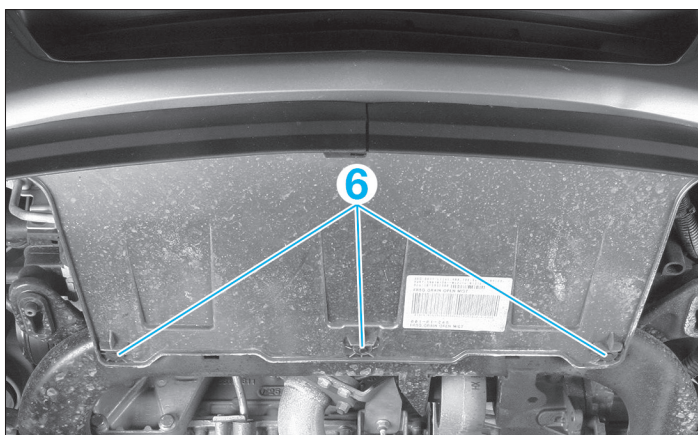

FIG. 8
- les trois vis de fixation inférieure (6) sur le berceau moteur (fig. 8).